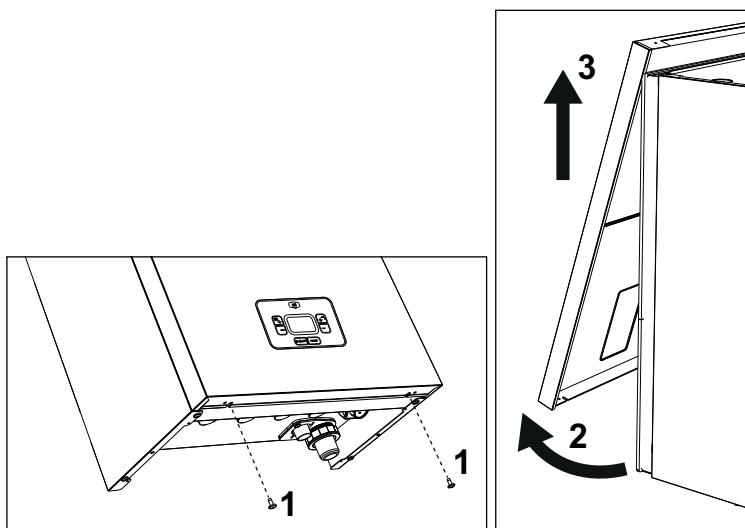

fig. 51- Deschiderea panoului frontal
1. Deșurubați șuruburile „1” (consultați fig. 51).